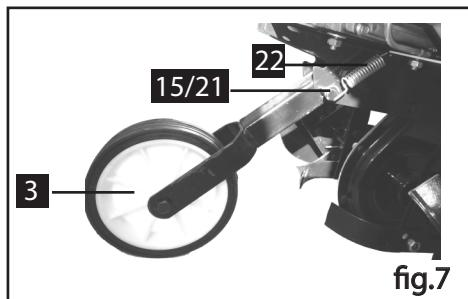

fig.7
6. Montați ansamblul de roată pe motocultivator cu ajutorul șurubului M 8*50 și cu piuliță cu guler, apoi atârnăți arcul de extensie (Fig.7).